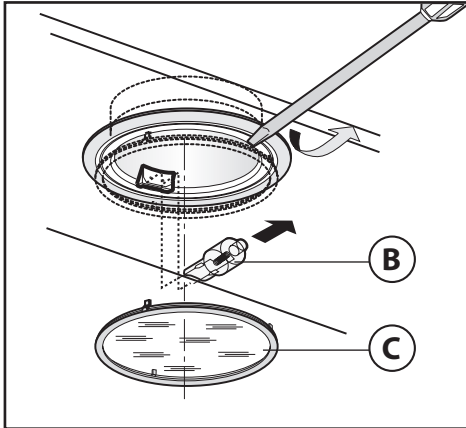

Fig.8
• **Udskiftning af halogenpærer (Fig.8):**